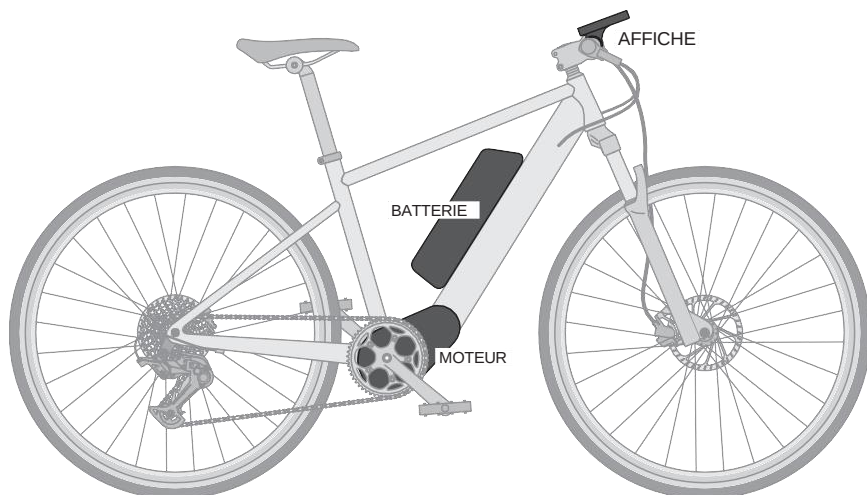
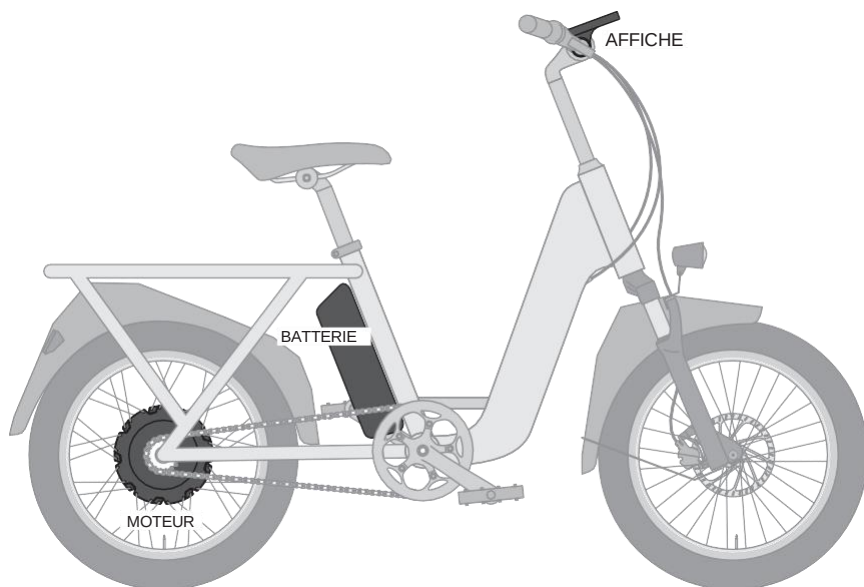

fig. 1
fig. 2
AVERTISSEMENT : Un enfant ne doit jamais utiliser un vélo électrique trop grand pour lui. Bien que certains vélos électriques soient dotés d'un cadre traversant (voir fig. 2) permettant à un enfant de monter sur le vélo électrique, cela ne signifie pas que le vélo électrique est de la bonne taille pour qu'il puisse l'utiliser en toute sécurité. Un vélo électrique trop grand pour un enfant peut entraîner une perte de contrôle et une chute, avec pour conséquence des blessures graves, voire mortelles.
- **Affiche(s)** : Ils fournissent au cycliste des informations pertinentes sur son parcours, telles que la vitesse, la distance, la puissance délivrée et la charge de la batterie (**fig. 1**).
- **Classe 1 :** bicyclette équipée d'un moteur qui fournit une assistance uniquement lorsque le cycliste pédale, et qui cesse de fournir une assistance lorsque la bicyclette électrique atteint 20 mph (**fig. 1**).
- **Classe 2 :** bicyclette équipée d'un moteur actionné par l'accélérateur, qui cesse de fournir une assistance lorsque la bicyclette électrique atteint 20 mph (**fig. 2**).
REMARQUE: Le présent manuel ne concerne que les vélos électriques fabriqués en tant que vélos électriques complets et conçus pour fournir de la puissance par l'intermédiaire de la roue arrière, avec soit un moteur contenu dans le moyeu arrière. moteur "mid-drive" (**fig. 1**) ou un moteur contenu dans le moyeu arrière (**fig. 2**). Le présent manuel ne couvre pas les autres types de vélos électriques, y compris les vélos à traction avant, les kits de conversion ou les moteurs électriques "additionnels" de quelque nature que ce soit.